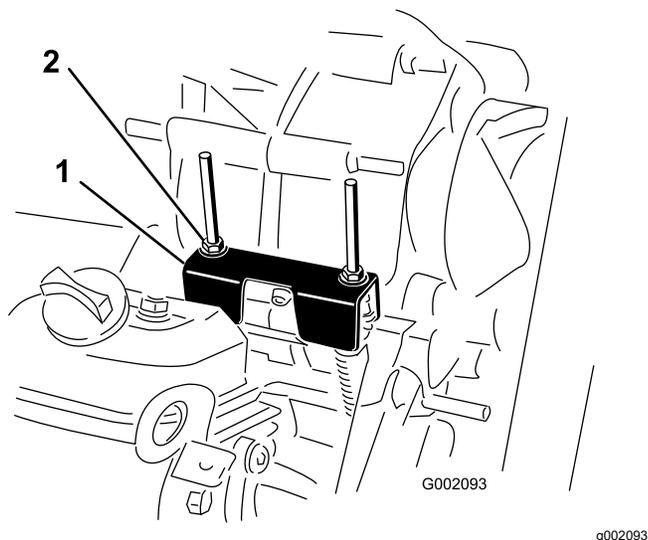

Рисунок 61
При выполнении планового техобслуживания и/или диагностики двигателя ведущий мост необходимо переключить в положение НЕЙТРАЛЬ (Рисунок 61). У машины есть положение НЕЙТРАЛЬ на рычаге переключения передач, которое включает нейтральное положение в трансмиссии. Выполните следующие действия, чтобы убедиться в правильной работе рычага переключения трансмиссии в нейтральном положении:
расположенного под кронштейном переключения передач), повернув ведомый диск сцепления (Рисунок 61).
3. Поверните одну из контргайк (Рисунок 61), чтобы получить зазор от 0,762 до 1,52 мм между нижней частью гайки/шайбы и кронштейном нейтрали.